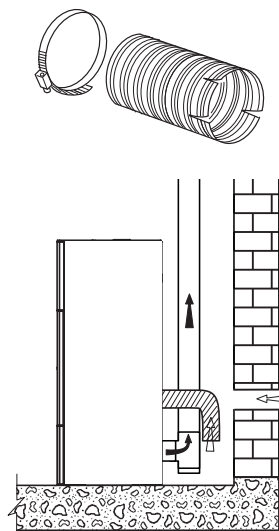

Fig. 5.5
- Réaliser la prise d'air sur le mur, e laisser que le poêle soit libre de prélever l'air dans le local en ayant pris soin de connecter sur le tuyau d'entrée d'air le bout du tuyau flexible fourni en dotation en le fixant avec le serflex et le plier légèrement ver le bas (Fig. 5.5);